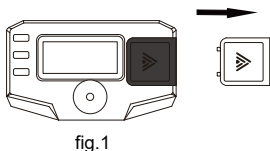

fig.1
---Remova a tampa da bateria (fig. 1)